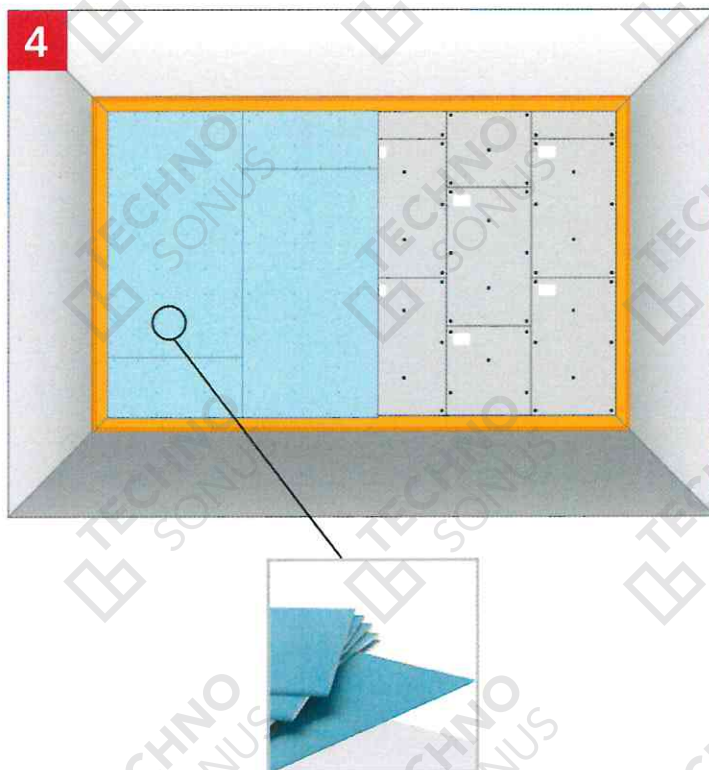

Рисунок 16 – Монтаж финишного слоя АкустикГипс ГКЛЗ
6.3. Установить и закрепить финишный слой листов АкустикГипс ГКЛЗ. Шаг саморезов не более 25 см по вертикали и 400 мм по горизонтали (см. рисунок 16). Лист не должен начинаться с утоненной кромки и не должен заканчиваться ей же. Вертикальная стыковка листов АкустикГипс ГКЛЗ возможна только по утоненной кромке. Не допускается стыковка утоненной кромки и отрезного края. Швы между листами не заполняются виброакустическим герметиком Сонетик. Для фиксации финишного слоя АкустикГипс ГКЛЗ применяются саморезы ТС-ХТН F 3,9x41. Шляпка самореза не должна быть утоплена в слой гипса более чем на 1 мм. Саморезы должны отстоять от края торцевой кромки листов на расстоянии не менее 15 мм и продольной (горизонтальной) кромки – не менее 10 мм.